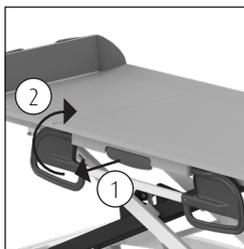

Figura 4 Sponda laterale abbassata.
- Per chiudere la sponda laterale, ruotarla nuovamente verso l'alto (*vedere figura 4*). La sponda laterale si blocca automaticamente.
- La sponda laterale può essere posizionata in due posizioni, larga e stretta. Quando si ripiega la sponda laterale verso l'alto, questa si blocca inizialmente nella posizione larga (*vedere figura 5*). Tirando la maniglia del blocco (*vedere figura 4*) è possibile spostare ulteriormente indietro la sponda laterale fino alla posizione stretta.